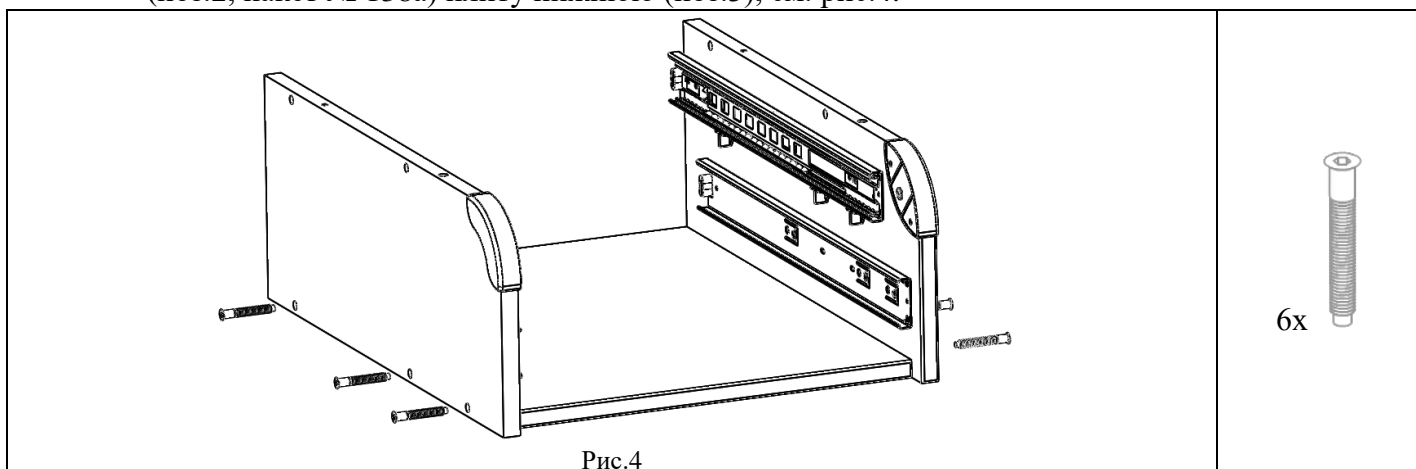

Рис.4
4.1.5. К сборкам по п.4.1.3. и п.4.1.4. прикрутить с помощью винтов конфирмат (поз.2, пакет № 138а) плиту нижнюю (поз.3), см. рис.4.